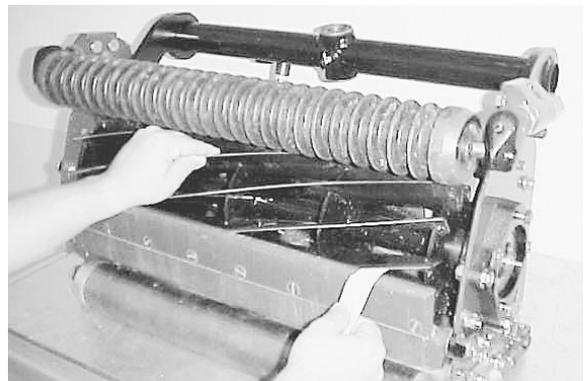

Bild 7
1. Kippen Sie das Schneidwerk nach hinten, um Zugang zur Spindel und zum Untermesser (Bild 7) zu erhalten.
3. Führen Sie einen 3 cm breiten Streifen Zeitungspapier lotrecht in Richtung Untermesser ein; drehen Sie dann die Spindel langsam in die Mährichtung, um festzustellen, ob die Spindel das Papier schneidet. Tun Sie das an beiden Enden des Untermessers (Bild 7).